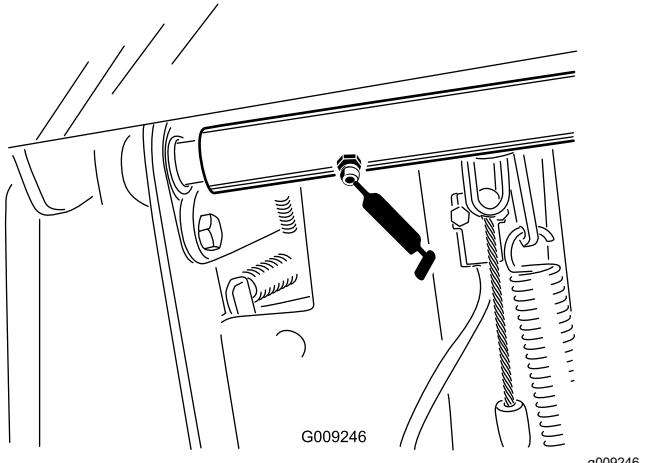

Bild 45
- Zwei Bremspedal-Drehzapfen der Wellenlager (Bild 45)